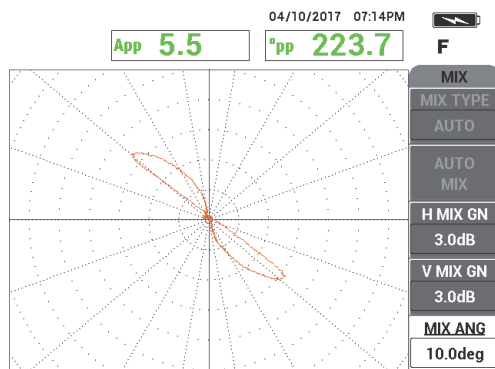

図 5-170 自動ミックス角度調整後の貫通穴信号
8. **ミックス角度** (E キー) を押して、ホール信号の位相が約 40° になるまで MIX 信号を回転させます (250 ページの図 5-170 参照)。